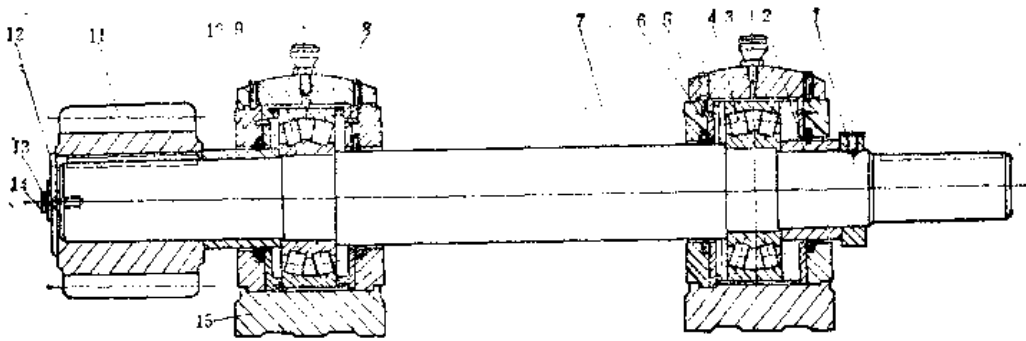
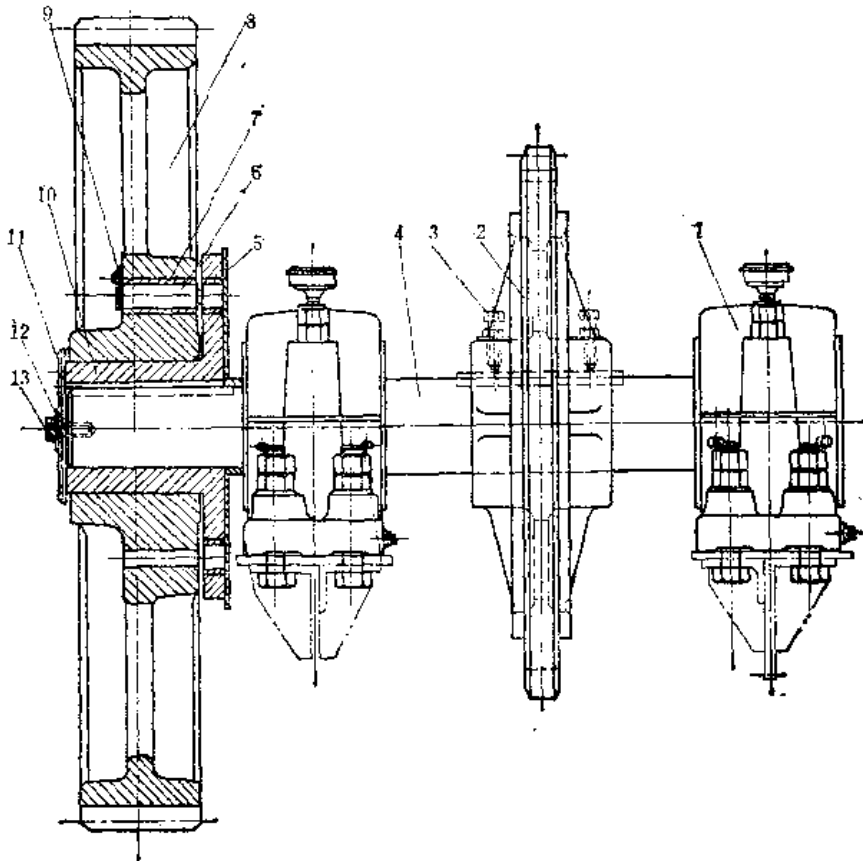

图8-1-12 驱动轴 I
图8-1-13 驱动轴 II
⑦ 分别拆下张紧螺杆与调节螺杆的滑块。
3) 驱动轴Ⅰ (图8-1-12) 的拆法
① 先拆下两个轴承座上盖, 将轴及轴承整套拿下。
② 拆齿轮。先将轴端防松垫片的弯边敲平, 拆下紧固螺栓, 拿下防松垫片及挡盖, 然后用拉具拉下齿轮, 拿下轴承座外端盖及隔套, 再用拉具拉下轴承, 取出轴承座内端盖。
③ 拆下轴另一端的挡圈, 先退出挡圈上的顶丝, 然后拿出挡圈、轴承座外端盖及隔套, 再用拉具拉下轴承, 取出轴承座内端盖 (此盖亦可先在轴的另一端取出)。
4) 驱动轴Ⅱ (图8-1-13) 的拆法
① 首先松开保险销卡板螺栓, 然后拨转卡板, 拔出保险销子。
② 拆大齿轮, 先把轴端防松垫片靠螺栓的弯边敲平, 卸下紧固螺栓取下防松垫片及挡盖。
③ 先用手动葫芦将大齿轮吊牢, 吊稳, 从轮